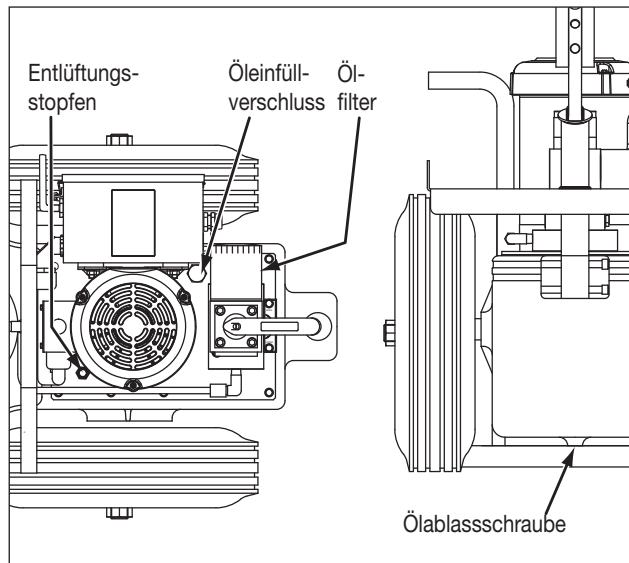

Abbildung 7: Ölwechsel
6.3 Ölwechsel (siehe Abbildung 7)
4. Entlüftungstopfen entfernen, reinigen und wieder anbringen. Dieser befindet sich an der oberen Abdeckung des Tanks. Für die Position siehe Abbildung 7.